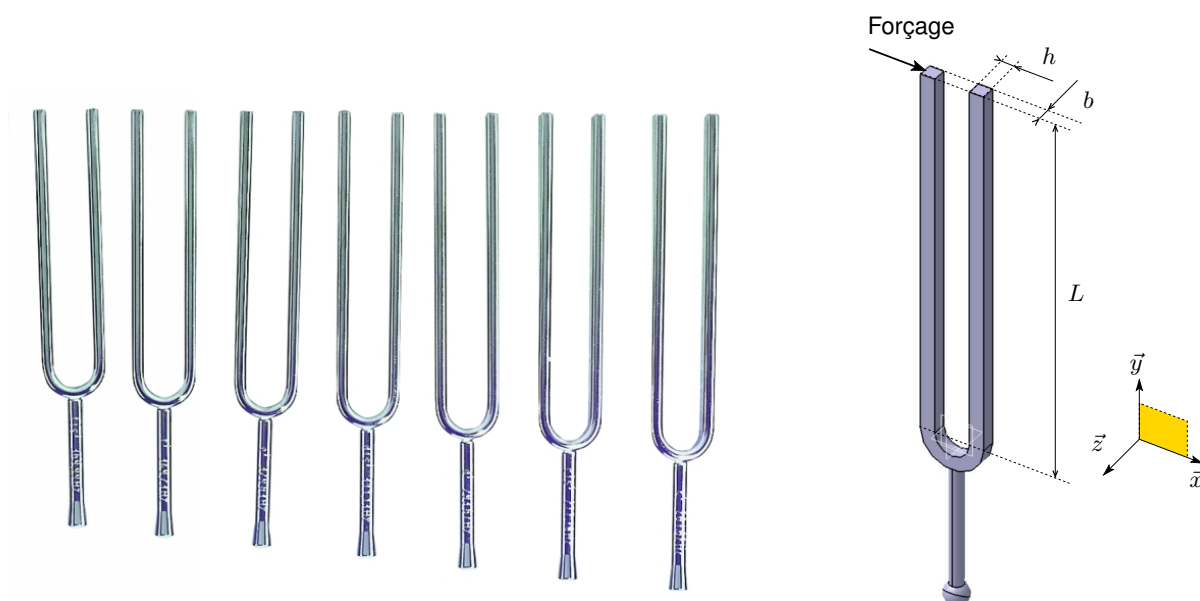
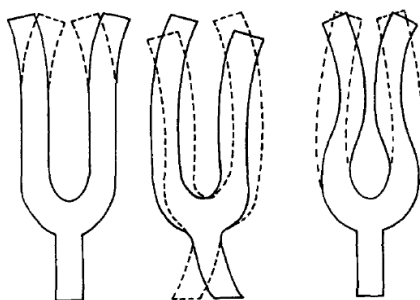
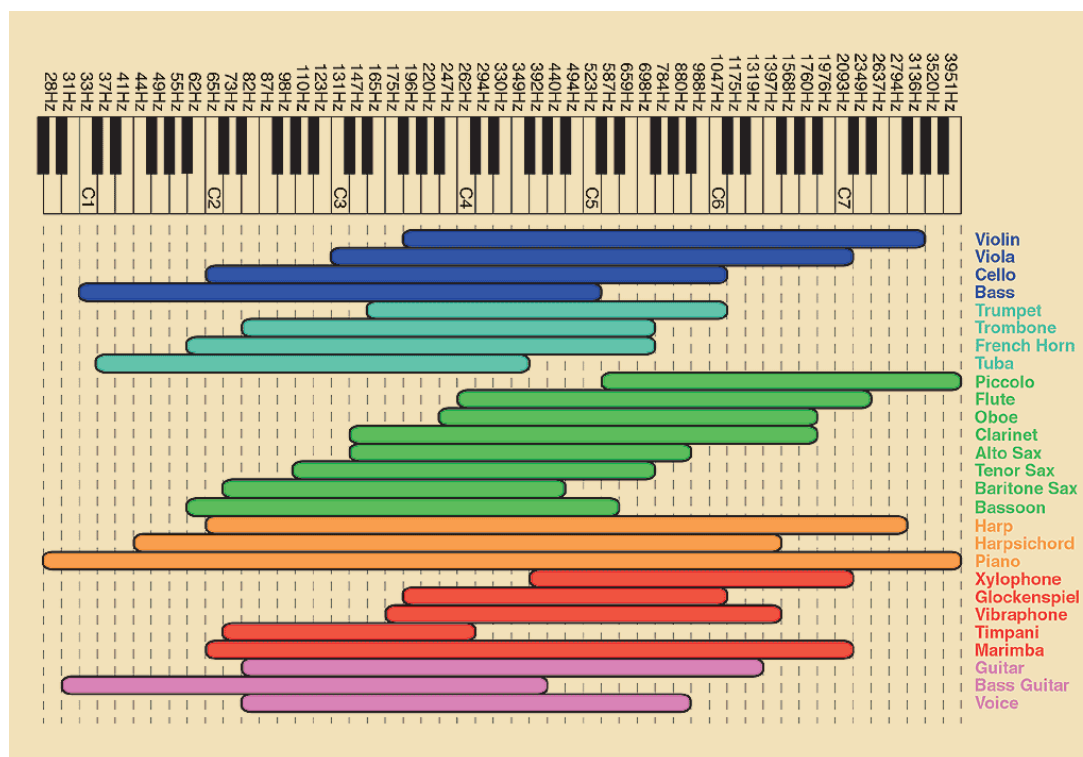

FIG. 1 – Jeu de diapasons accordés au 1/2 ton et modèle géométrique du diapason étudié.
FIG. 2 – Schéma de trois modes dans le plan d'un diapason (d'après [2]). Mode "fondamental" à gauche et mode "clang" à droite.
FIG. 3 – Tessiture des instruments de musique et fréquence des notes associées
On propose dans cette partie d'étudier plusieurs aspects des vibrations d'un diapason (Fig. 1). C'est un outil permettant de produire un son dont la hauteur est fixe, dans le but d'obtenir une note de référence. Il est utilisé par les musiciens pour s'accorder ou par les médecins de l'audition. La hauteur d'une note de musique est directement liée à la fréquence des raies fréquentielles composant le spectre du son. La figure 3 donne la correspondance entre les notes de musiques et les fréquences. Par exemple, le La de
On utilise le diapason en le tenant entre le pouce et l'index et en le soumettant à un choc à l'extrémité de l'une de ses branches, suivant la direction \vec{x} de la Fig. 1. On peut montrer que les vibrations de ce diapason produisent une onde acoustique quasiment sinusoïdale, à la fréquence de son mode de vibration dit "fondamental", représenté sur la Fig. 2 [2, 3, 1]. Il arrive qu'on entende aussi une composante plus aiguë dans le son, liée aux oscillations de son mode "clang" (Fig. 2). Celles-ci sont en général amorties rapidement. En revanche, on n'entend pas les fréquences des autres modes du spectre.
- le mode “fondamental” et le mode “clang”, qui vibrent dans le plan (\vec{x}, \vec{y}) avec les tiges en opposition de phase. On les identifiera à partir de la Fig. 2 ;